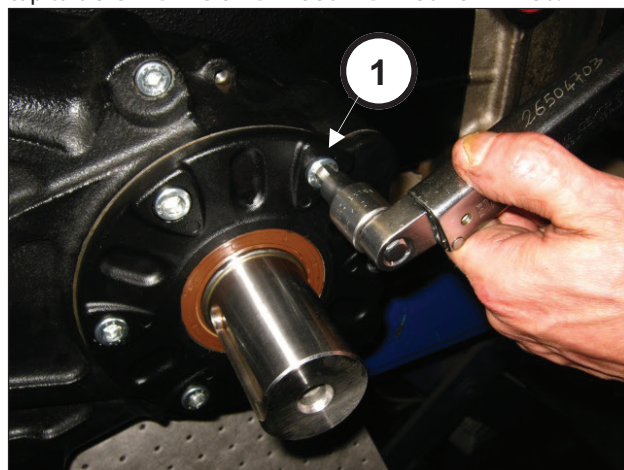

Fig. 88
Apretar los 6 tornillos M10x25 (pos. ①, Fig. 88). Ajustar los tornillos con la llave dinamométrica como se indica en el capítulo 3 CALIBRACIÓN DE AJUSTE DE LOS TORNILLOS.